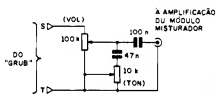

Fig.6
- FIG. 6 - ADICIONANDO CONTROLES À SAÍDA DO GRUB - O sinal básico gerado pelo GRUB é "flat", uniforme e constante em seu nível e distribuição equitativa das faixas tonais (não há ênfases aliás porque isso constitui a própria definição de "ruído branco"... - nos graves ou nos agudos, etc.). Para um perfeito aproveitamento na simulação de sons "naturais" (vento, chuva, mar, etc.), torna-se necessária uma certa "ondulação", uma variação periódica e mais ou menos aleatória (ainda que lenta, em alguns casos...) desses parâmetros... Tais variações podem, perfeitamente, serem promovidas por controles manuais (potenciômetros), conforme sugere o pequeno diagrama, que inclui um controle de nível (volume) e um de tonalidade. O conjunto deve ser acoplado à saída do GRUB (pontos "S-T"), ficando entre este e o bloco seguinte, seja um misturador, seja um amplificador de Potência, seja uma Entrada de Gravação, etc. Para uma atenuação confortável (já que é o próprio operador quem dará o "ritmo" da simulação, do "ondular" de tons que simula o vento, por exemplo...) recomenda-se que os potenciômetros sejam do tipo deslizante, de curso longo, proporcionando assim uma boa gama "física" para os controles... Se o Leitor/Hobbysta pre-